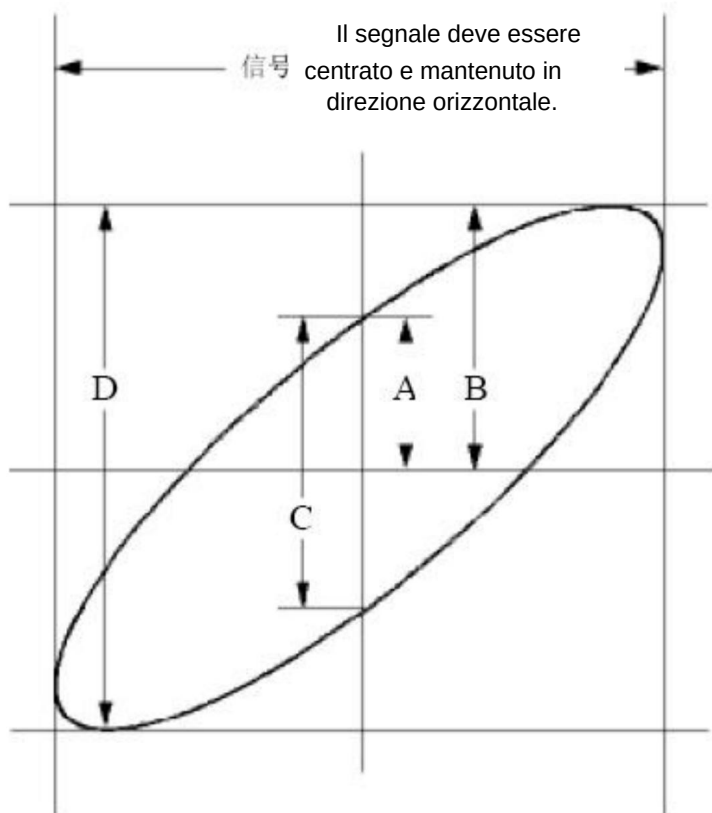

Figura 6-6 Grafico di Lissajous
(1) Impostare il coefficiente di attenuazione del menu della sonda su **10X** e quello dell'interruttore nella sonda su **10X** (vedere "Come impostare il coefficiente di attenuazione della sonda" a P19).
- (2) Collegare la sonda del canale 1 all'ingresso della rete e quella del Canale 2 all'uscita della rete.
- (3) Premere il pulsante **Autoset** , con l'oscilloscopio che accende i segnali di i due canali e visualizzarli sullo schermo.
- (4) Ruotare la manopola **della scala verticale** , rendendo le ampiezze dei due segnali uguali allo stato grezzo.
- (5) Premere il pulsante **Acquisisci** per visualizzare il menu corretto.
- (6) Nel menu di destra, seleziona **Modalità XY** come **ON**. L'oscilloscopio visualizzerà le caratteristiche di input e terminale della rete nel grafico di Lissajous modulo.
- (7) Ruotare le manopole **Scala verticale** e **Posizione verticale** , ottimizzando la forma d'onda.
- (8) Con il metodo dell'oscillogramma ellittico adottato, osservare e calcolare la differenza di fase (vedere *Figura 6-6*).